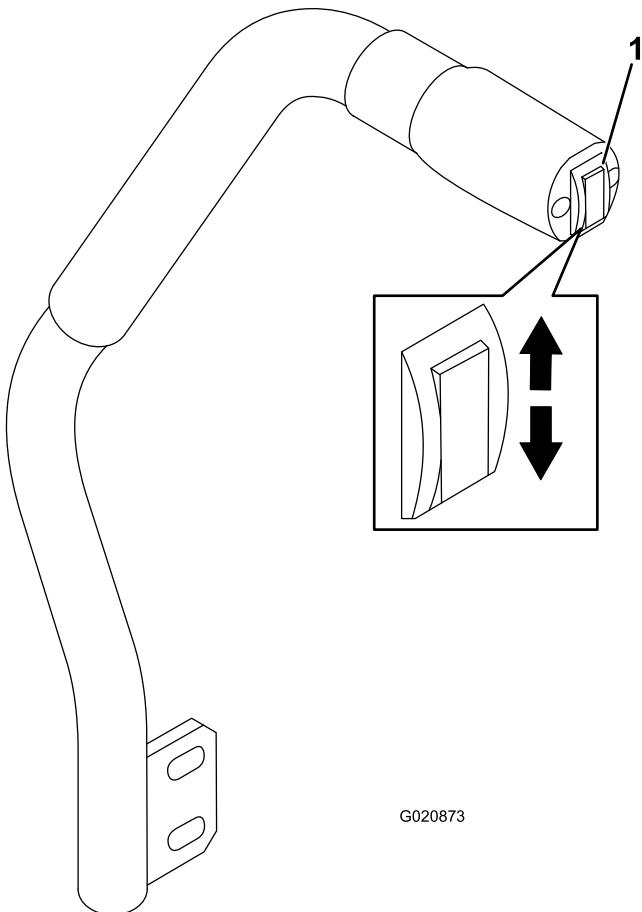

Figura 18
La palanca de elevación de la carcasa eleva y baja la carcasa de corte (Figura 18). El motor debe estar en marcha para poder utilizar esta palanca.
- Para bajar la carcasa de corte, presione hacia abajo el interruptor de elevación de la carcasa (Figura 18).
- Para elevar la carcasa, presione hacia arriba el interruptor de elevación de la carcasa (Figura 18).
- Con el motor en marcha, presione hacia arriba el interruptor de elevación de la carcasa hasta que la carcasa de corte esté elevada del todo y **suelte el interruptor inmediatamente** (Figura 18).